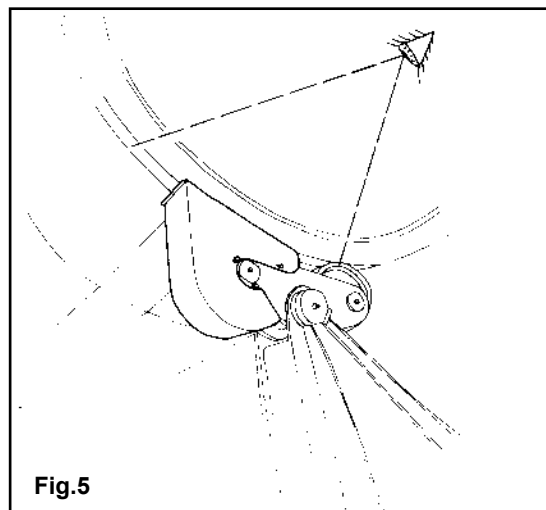

Fig.5
- wałki ustawione na bieżni tocznej (Rys. 5)